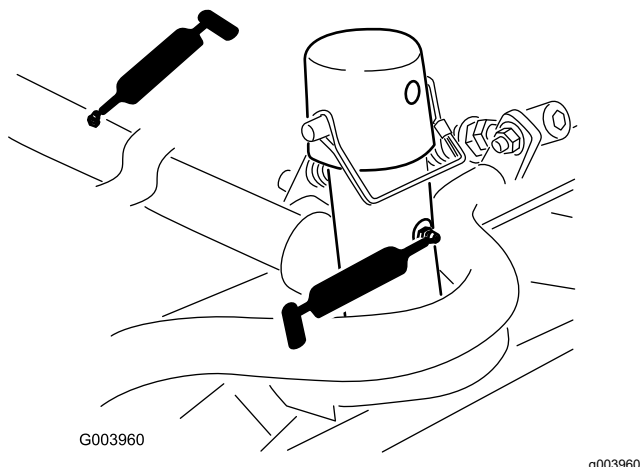

Рисунок 68
- Оси поворота подъемного рычага (по 1 шт.) (Рисунок 68)
- Несущая рама и ось поворота режущего блока (по 2 шт.) (Рисунок 68)